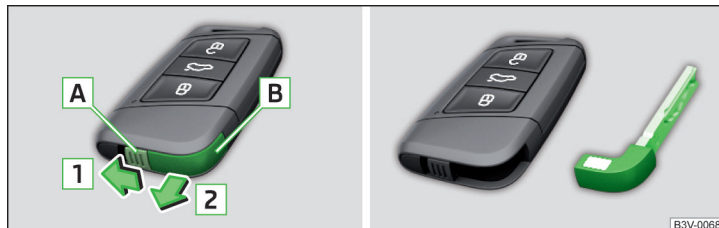

Fig. 352 Retirar la llave de emergencia
- Desbloquear el gancho de retención **A** en el sentido de la flecha **1** y retirar la llave de emergencia **B** en el sentido de la flecha **2** » fig. 352.